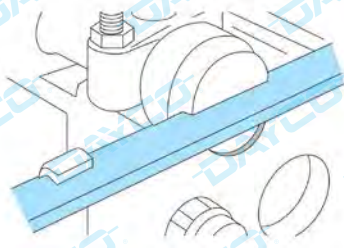

Fig. 2
- Afloje el perno del tensor y con una llave específica Allen, gire el tensor en sentido contrario a las agujas del reloj, hasta que el indicador móvil quede colocado como se indica en la Fig. 2.
- Compruebe que el indicador móvil del tensor siga estando como en la Fig. 2; en caso contrario, repita el procedimiento de puesta en tensión.